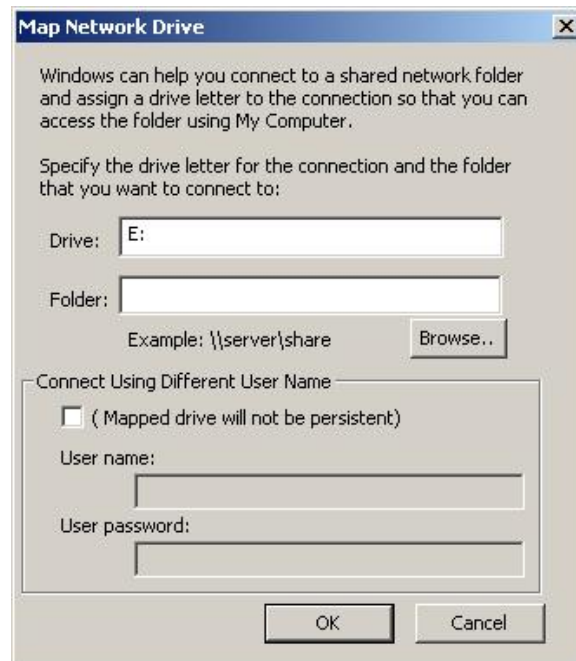

FIGURA 14.12.6
3. En la caja de texto **Drive**, teclee **"E:"**. Debe teclear ambas, la "E" y el ":". Ver Figura 14.12.6. Las letras de disco duro de la A hasta la D ya están utilizadas por otros discos.